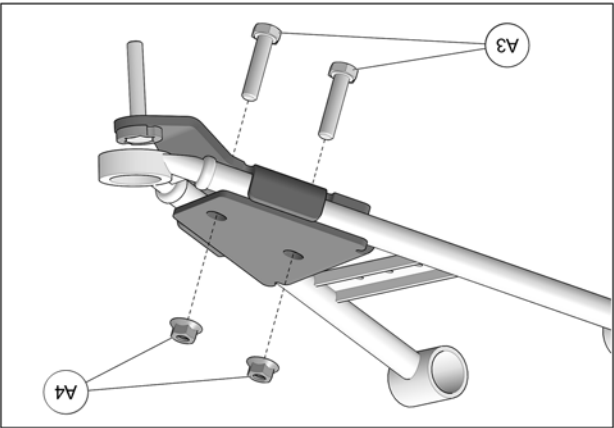

Fig. 19
7. Insérer les boulons M10x45mm (A3) par le dessous de l'ancrage. Assembler les deux parties avec les écrous (A4) fournis. Serrer l'assemblage à un couple de 50 N•m [37 lb•pi]. Voir la Fig. 19